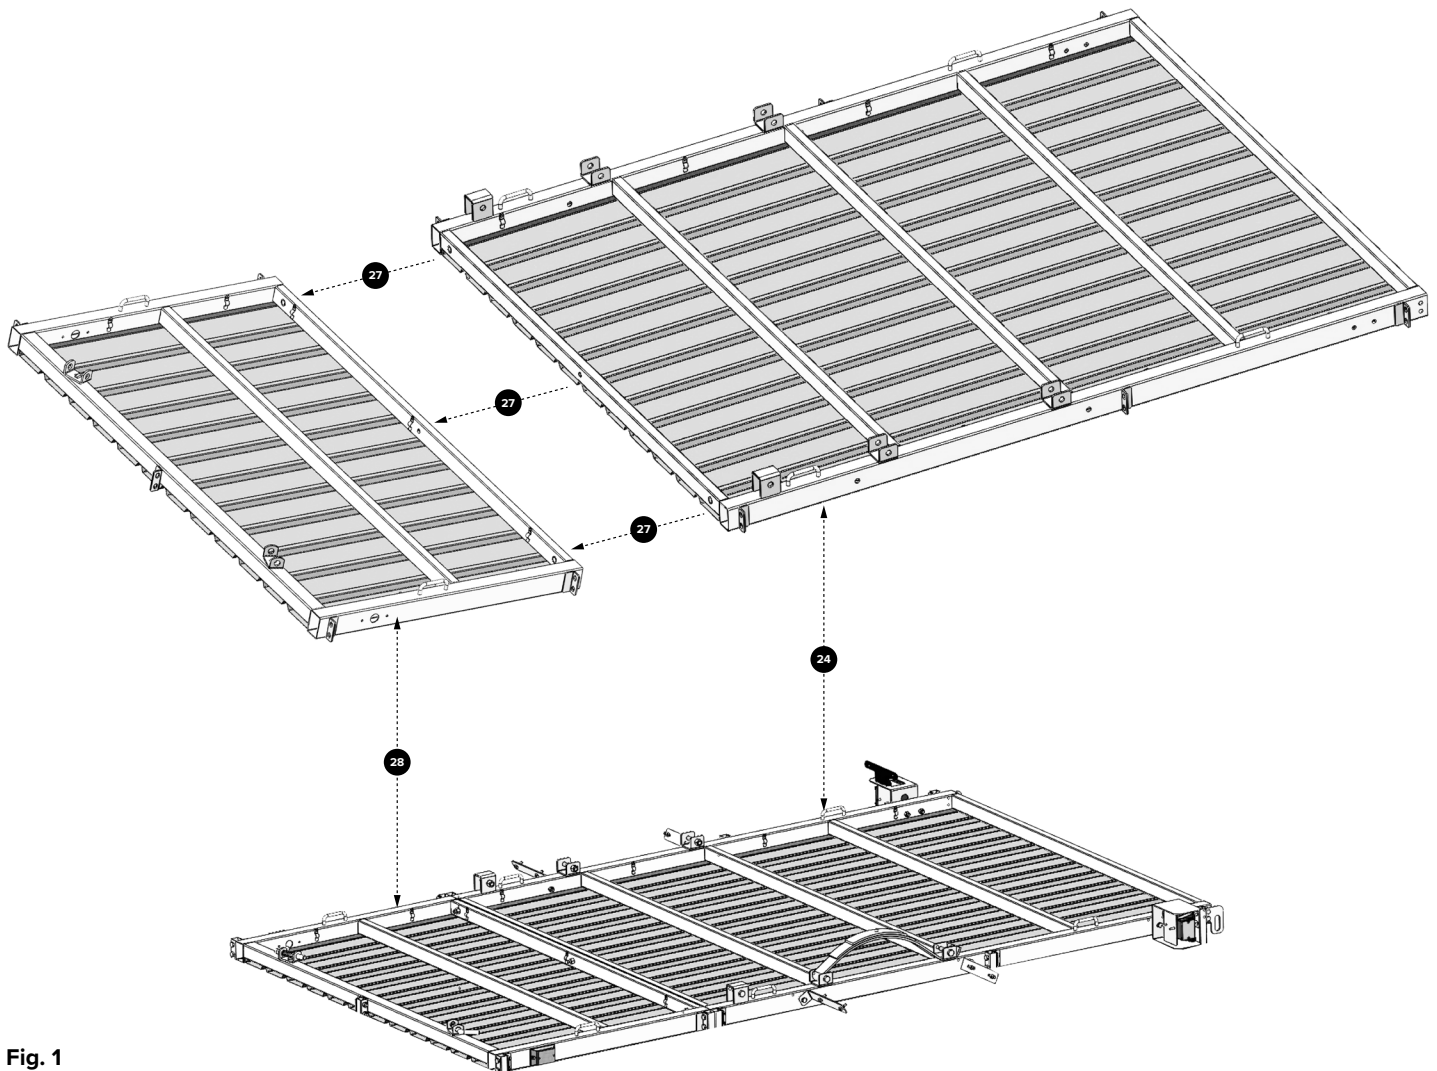

Fig. 1
1. Placez la partie avant (28) et arrière (24) sur le banc.
2. Utilisez trois (3) boulons et écrous M12 x 80 pour relier les deux sections ensemble. Ne serrez pas trop sinon, les rails verticales (25, 29, 30) seront plus difficiles à assembler ultérieurement. (Voir la Fig.1)